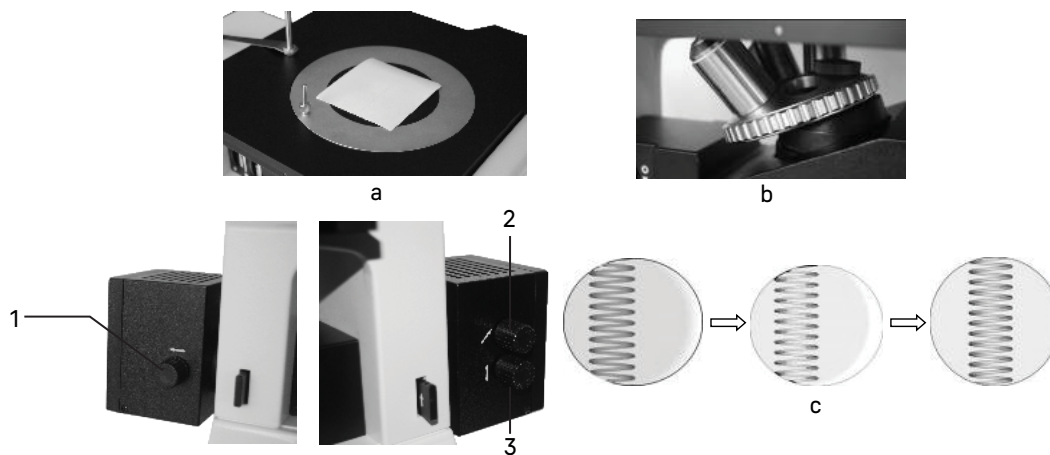

Рис. 8. Центрировка источника света
1. Кусок белой бумаги (примерно 40 x 50 мм) положите на предметный столик, как показано на рис. 8а. При этом прижим отведите в сторону.
2. Выверните один из объективов из револьвера и введите в ход лучей свободное гнездо револьвера – отверстие без объектива, как показано на рис. 8б.
3. Откройте полевую и апертурную диафрагмы, в этот момент на белой бумаге появится яркое световое пятно с изображением нити внутри, как показано на рис. 8с.